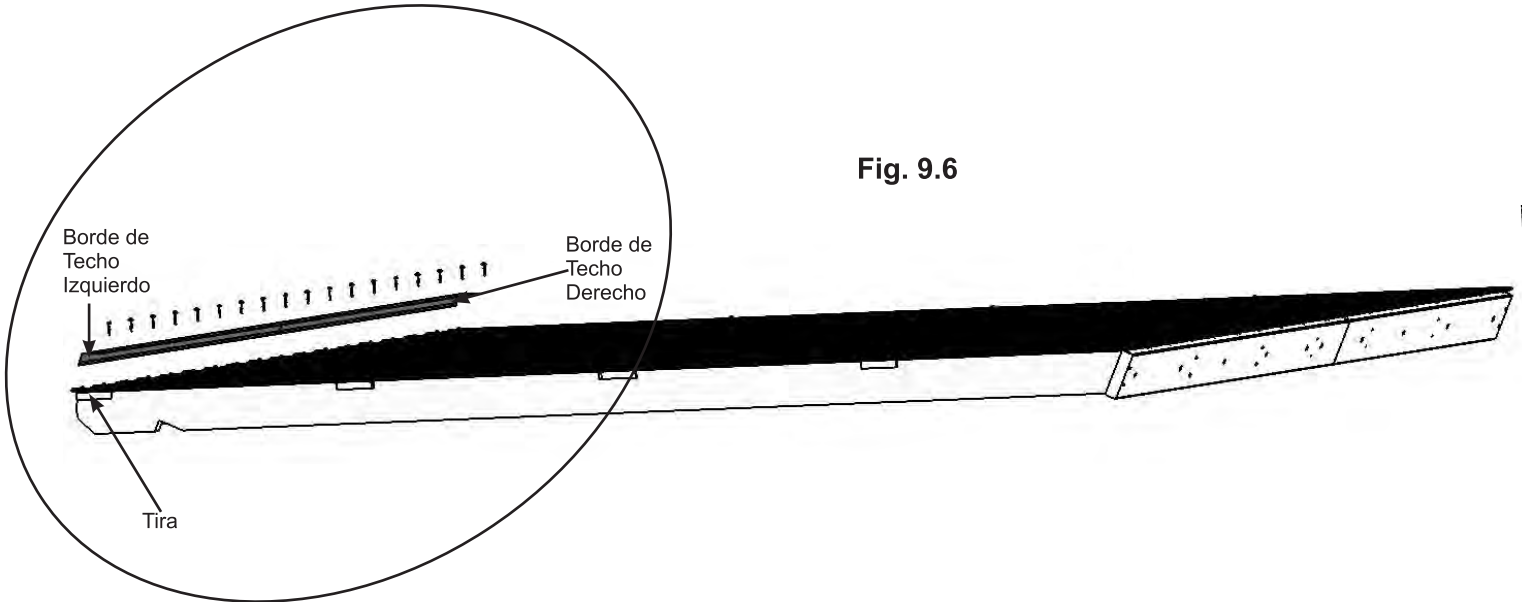

Fig. 9.6
E: Coloque un Borde de Techo Izquierdo y un Borde de Techo Derecho en la parte inferior de cada Armazón del Techo de manera que se unan en el centro y que los extremos queden nivelados con los extremos exteriores de la Tira Corta (544) y la Tira Larga (543). Pre-perfore los dos agujeros de los extremos con mecha de 1/8" y luego fije ambos Bordes de Techo con 18 Tornillos hexagonales para techo No.8 x 1". (fig. 9.6 y 9.7)